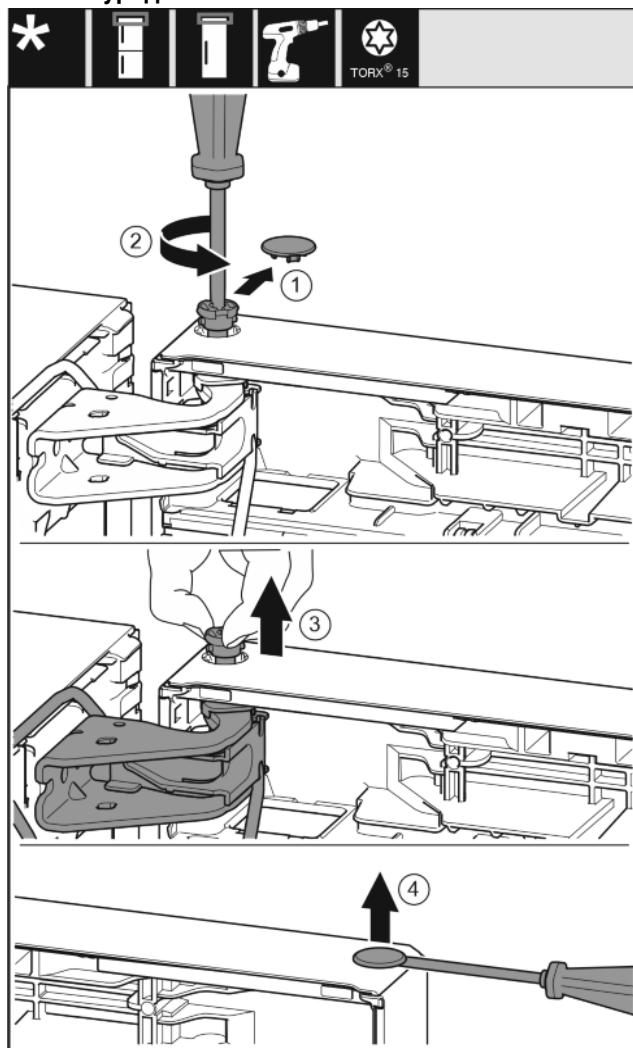

Fig. 18
- ▶ Свалете внимателно предпазния капак. Fig. 18 (1)
- ▶ С отвертка T15 отвийте малко болта. Fig. 18 (2)
- ▶ Задръжте здраво вратата и извадете болта с пръсти. Fig. 18 (3)
- ▶ С плоска отвертка внимателно повдигнете тапата от лагерната втулка на вратата и я извадете. Fig. 18 (4)